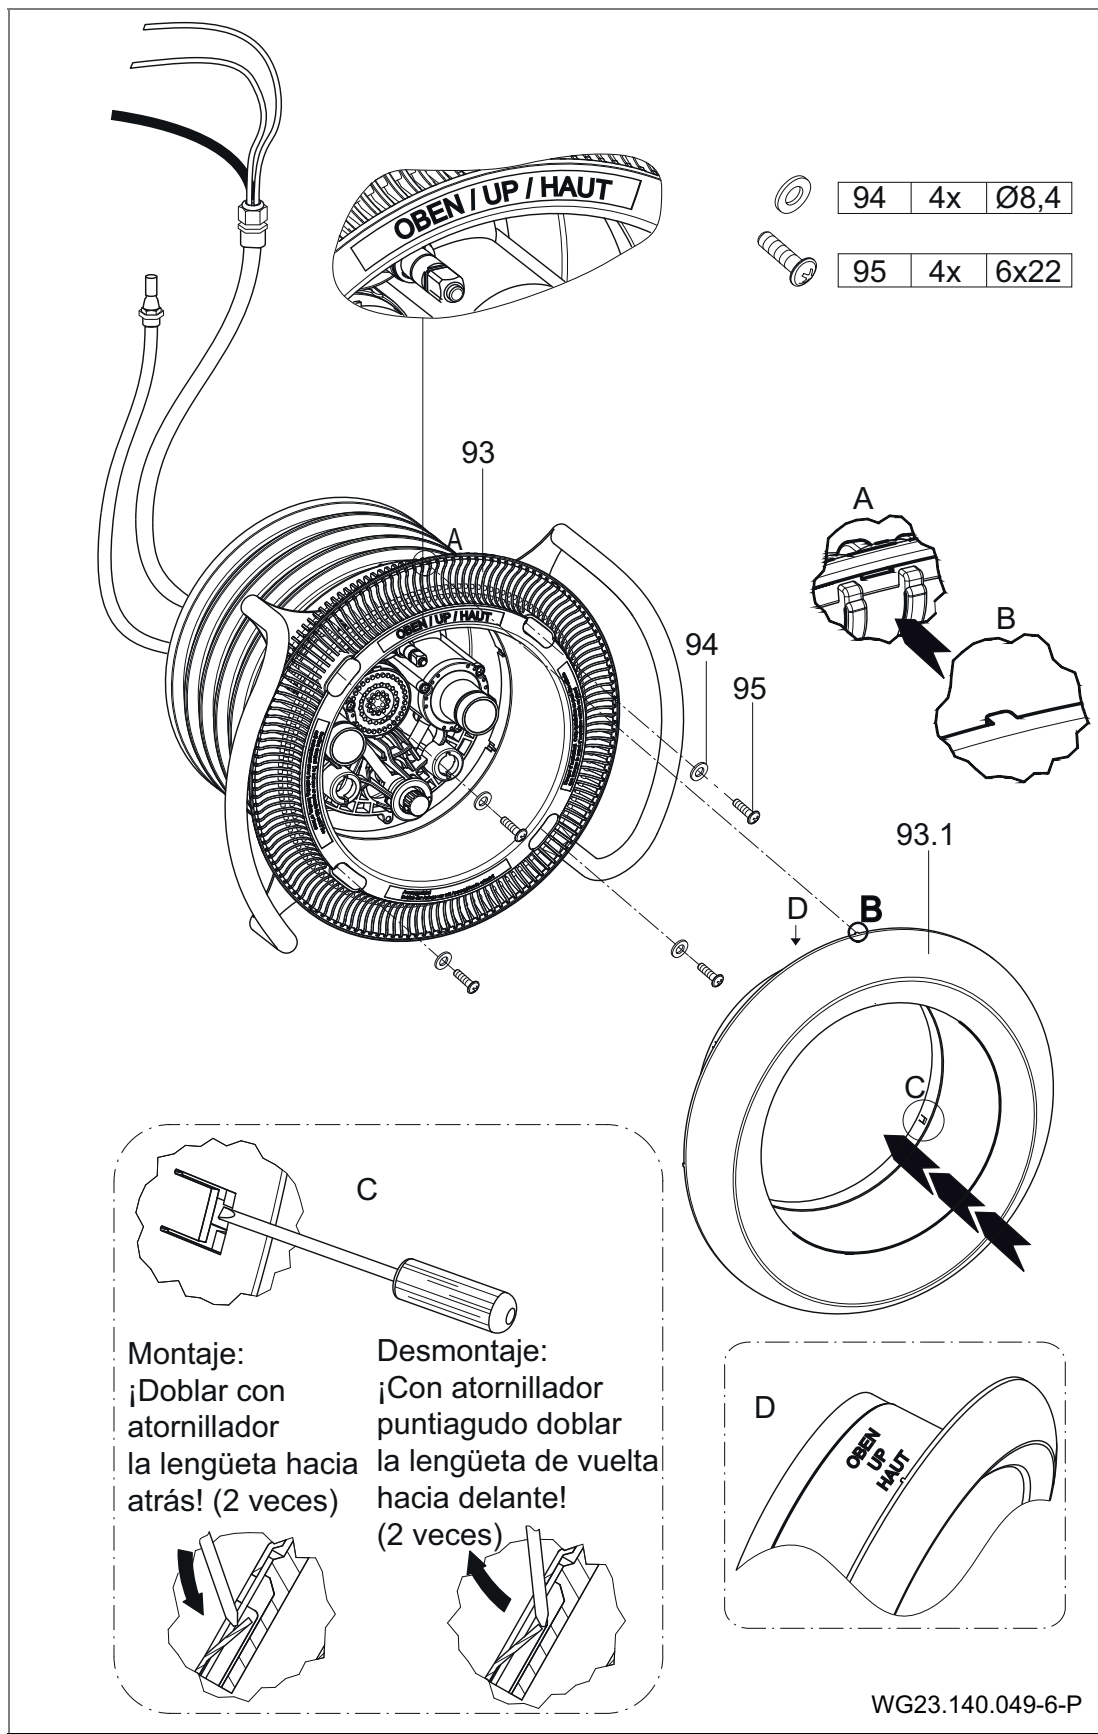
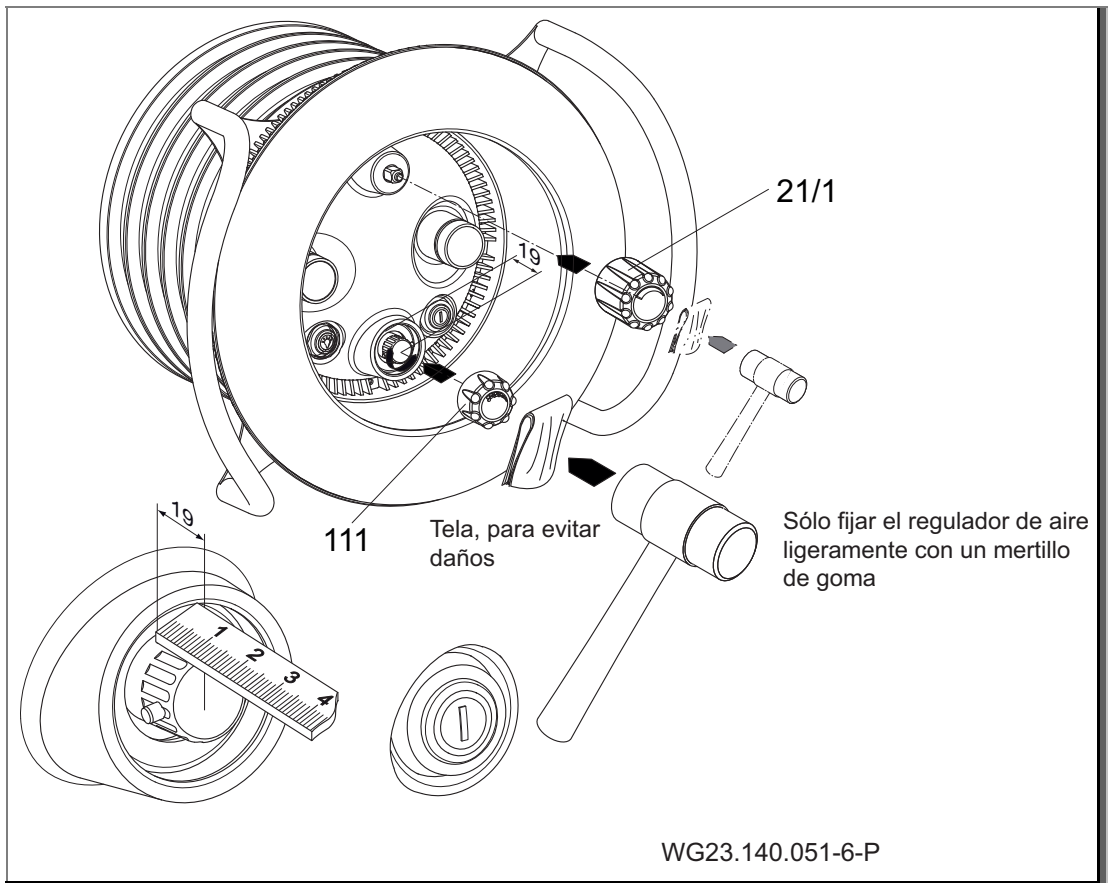

Fig. 17
Fig. 19
8. Colocar la placa de aspiración (93) sobre el anillo tensor (28) y asegurarla con cuatro arandelas (94) y cuatro tornillos con rosca cortante (95). (Fig. 17)
9. Alinear la placa de acero inoxidable (93.1) con las motas de centraje salientes en las escotaduras de la placa de aspiración (93). Tener en cuenta la marca "OBEN" (ARRIBA) en la placa de acero inoxidable. Para retención del protector, doblar hacia atrás con un atornillador las dos lengüetas de flexión lateralmente desplazadas. (Fig. 17)
12. Primavera: Asegurar el casquete para regulación de cantidades (111) y regulación del aire (21/1) con ayuda de un martillo de goma y un paño de protección. (Fig. 19)
1. Quitar la caperuza para la regulación de cantidades (111) y de aire (21/1). Ver "Fig. 19".
2. Aflojar los tornillos de rosca (112) y extraer la cubierta de luz (110).
3. Doblar hacia delante las dos lengüetas de flexión de la placa de acero inoxidable y retirar la placa. Ver "Fig. 17".
4. Aflojar los tornillos de rosca (95) y extraer la placa de aspiración (93) y la empuñadura (70).
5. En caso necesario, aflojar los tornillos de rosca (61). Extraer la carcasa de las boquillas (102.1). Para ello, observar la tubería de aire interior (4) fijada en la carcasa empotrada (1).
6. Soltar los tornillos (52). Retirar la manilla (70), el anillo tensor (28) y la junta del anillo tensor (27).